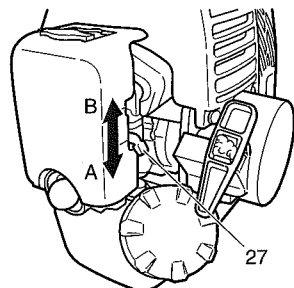

Fig. 24
2. Lleve la palanca del estarter (27) a la posición CLOSED (cerrado) (A). (Fig. 24)